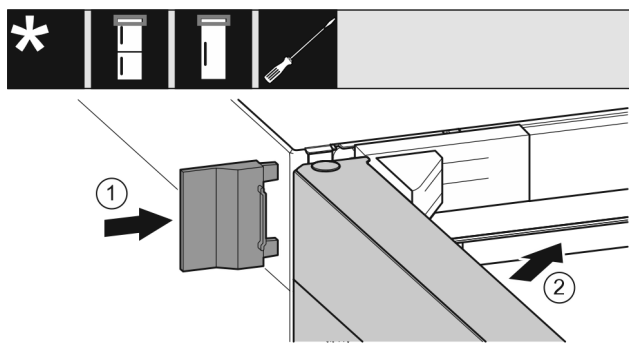

Fig. 21
- ▶ Wsunąć zewnętrzną osłonę. Fig. 21 (1)
- ▶ Zamknąć górne drzwi. Fig. 21 (2)